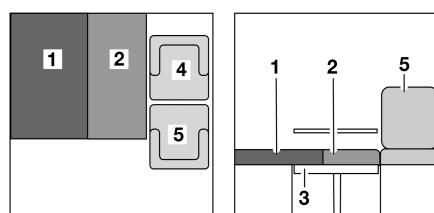

Bild 57 Nach dem Umbau
- Das Sitzpolster (Bild 57,2) auf den Tisch ziehen.
- Das Rückenpolster (Bild 57,1) auf die Sitzbank legen.
- Den Beifahrersitz (Bild 57,5) so weit wie möglich zur Fahrerseite schieben.
- Den Fahrersitz (Bild 57,4) möglichst nahe an den Beifahrersitz heranschieben.